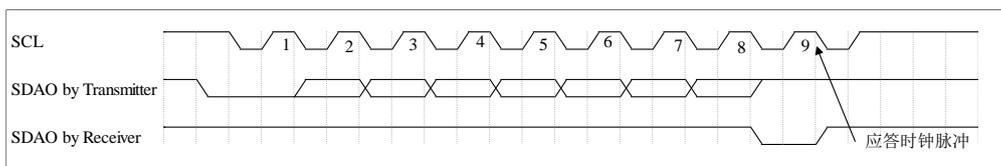
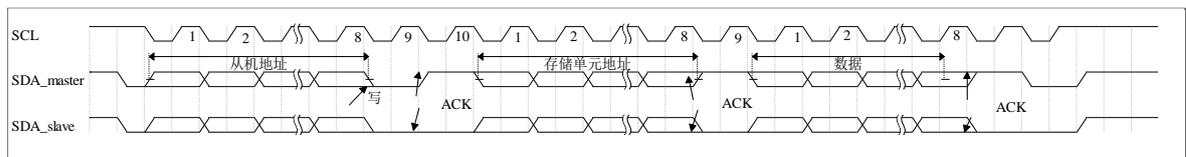
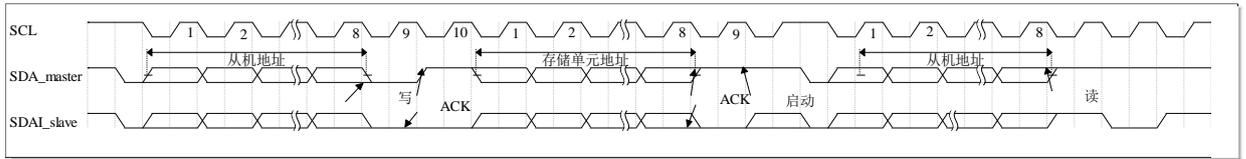
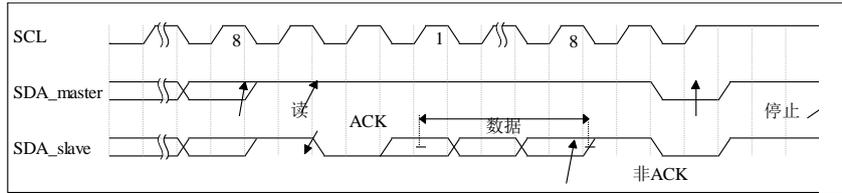

图 2-45 I2C 总线上应答时序图
图 2-46 I2C 写数据时序图
图 2-47 I2C 读指定地址数据的时序图 1
图 2-48 I2C 读指定地址数据的时序图 2 (时序接着上图)
- (1) 总线非忙状态 (A 段)：该段内的数据线 (SDA) 和时钟线 (SCL) 都保持高电平。
- (2) 启动数据传输 (B 段)：当时钟线 (SCL) 为高电平状态时，数据线 (SDA) 由高电平变为低电平的下降沿被认为是“启动”信号。只有出现“启动”信号后，其它的命令才有效。
- (3) 停止数据传输 (C 段)：当时钟线 (SCL) 为高电平状态时，数据线 (SDA) 由低电平变为高电平的上升沿被认为是“停止”信号。随着“停止”信号的出现，所有的外部操作都结束。
- (4) 数据有效 (D 段)：在出现“启动”信号后，在时钟线 (SCL) 为高电平状态时，数据线是稳定的，这时数据线的状态就是要传送的数据。数据线 (SDA) 上数据的改变必须在时钟线为低电平期间完成，每位数据占用一个时钟脉冲。每个数据传输都是由“启动”信号开始，结束于“停止”信号。
- (5) 应答信号：在接收到一个字节的的数据后，通常需要发出一个应答信号。在发出一个字节的的数据后，通常需要接收一个应答信号。发送方在应答时钟脉冲期间释放 SDA 线，接收方拉低 SDA 线，并且在 SCL 的高脉冲期间保持为 0，如图 2-45 所示。I2C 读写控制器必须有产生一个与这个应答位相联系的额外的时钟脉冲。在读操作中，读写控制器对 I2C 完成的最后一个字节不产生应答位，但是会有一个结束信号。
发送方: 满足启动条件后, 从 SDA 线先后串行写入 `I2C_CTRL[i2c_saddr]`, `I2C_CTRL[i2c_r_wn]=0` 写操作, 应答, `I2C_CTRL[i2c_maddr]`, 应答和 `I2C_CTRL[i2c_data]`, 应答, 最后是停止信号。参考图 2-46 I2C 写数据时序图。
满足启动条件后, 从 SDA 线先后串行写入 `I2C_CTRL[i2c_saddr]`, `I2C_DATA[i2c_r_wn] = 0` 写操作, 应答信号, `I2C_DATA[i2c_maddr]`, 应答。重新启动, `I2C_CTRL[i2c_saddr]`, `I2C_DATA[i2c_r_wn] = 1` 读操作, 应答。接收方回复读取的数据 `I2C_DATA[i2c_data]`, 非应答, 最后是停止信号。参考图 2-47 和图 2-48。
在数据传输过程中, 若没有应答或产生其他错误, `i2c_error` 标志将被置位, 如果设置 `I2C_CTRL` 寄存器中的 `i2c_error_en` 位, 将产生中断。图 2-45 是 I2C 应答时序图, 图 2-46 和图 2-47 分别是 I2C 的写数据和读指定地址数据的时序图。